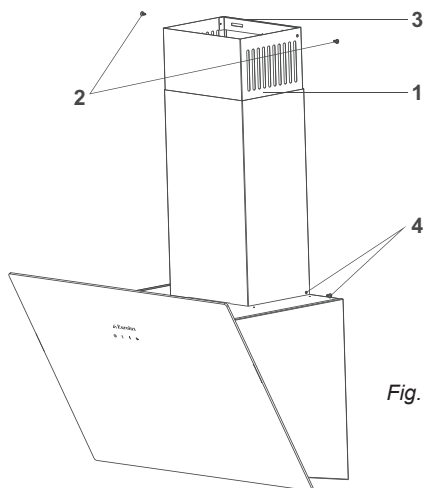

Fig. 14
- Pjesa e jashtme dhe e brendshme oxhaqeve metalike montohen duke futur brenda njëra tjetrës (Fig. 14).
- Fiksojeni oxhakune brendshëm në pllakën e lidhjes së oxhakut nga ana e majtë dhe e djathtë me dy vida 3.5x9.5, duke e tërhequr atë nga lart. (Fig. 14)
- Fiksojeni oxhakun e jashtëm me dy vida 3.5x9.5 në të majtë dhe të djathtë në pllakën lidhëse në pjesën e pasme të trupit të aspiratorit nga ana e poshtme (Fig. 14).